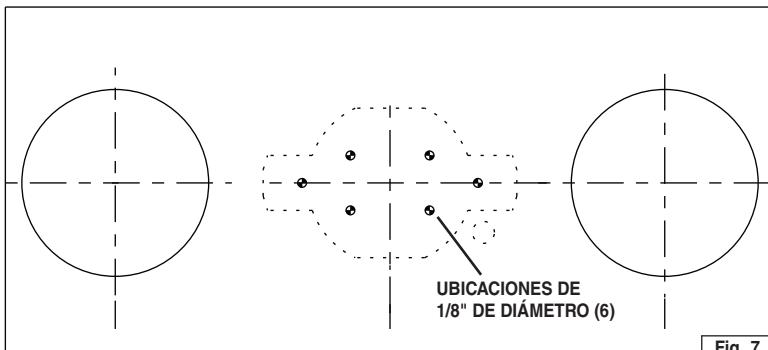

Fig. 7.
- Pegue con cinta adhesiva la plantilla de montaje en su lugar y realice perforaciones (6) de 1/8" (3 mm) de diámetro en las ubicaciones centrales indicadas. Fig. 7. Una vez completado este paso, retire la plantilla del techo.